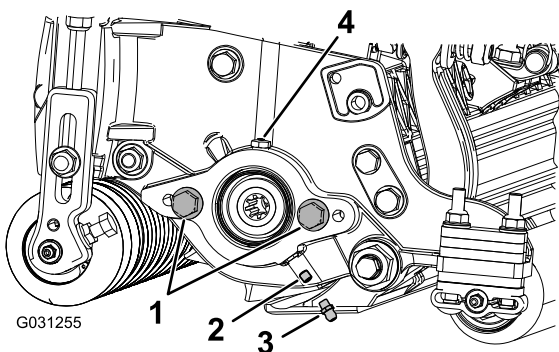

Figure 4
1. Retirez et mettez au rebut la vis de fixation sur la plaque latérale du moteur de cylindre (Figure 4).
2. Montez les graisseurs droits (Figure 4).
2. Si la plaque latérale du moteur de cylindre ne comporte pas de vis de fixation, mettez-les en place (Figure 4).
5. Graissez la plaque latérale jusqu'à ce que l'excédent de graisse ressorte par l'orifice de graisse (Figure 4).